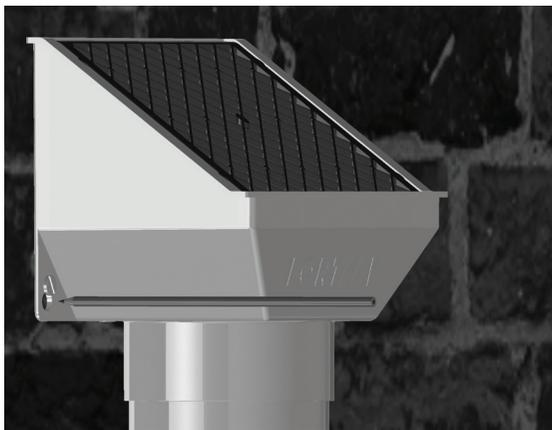

Fig. 05
- Utilizando o separador de folhas como gabarito, alinhe e marque na parede o local dos 02 parafusos de fixação (Fig. 05). É importante que o duto de descida esteja centralizado com a tela principal. Pode ser utilizado parafuso de cabeça tipo panela 4,5 x 25,0 mm e bucha 5,0 mm. Certifique-se que o Separador de Folhas Fortlev esteja a uma altura mínima de 1,2 m acima da entrada do reservatório de água da chuva.